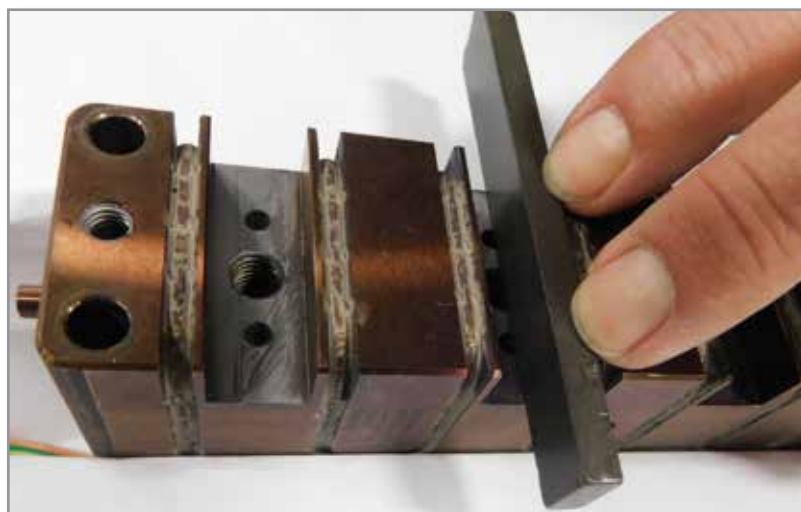

Figura 5-87 Limpe as interfaces do coletor
2. Limpe as interfaces do coletor com uma lima fina (granulometria 400 ou 600). Veja a Figura 5-87.
7. Limpe as interfaces do coletor no Melt-Cube usando uma lima fina. Veja a “Figura 5-87 Limpe as interfaces do coletor” na página 5-144.